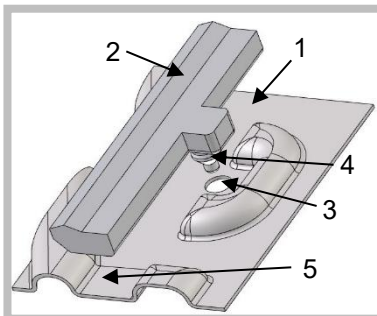

Figura 29: Recorte
- Certifique-se de que as juntas [2] assentam na ranhura prevista [5] e os bicos de fixação [4] nos orifícios previstos [3] da placa do permutador de calor [1] (Figura 29 até 31).